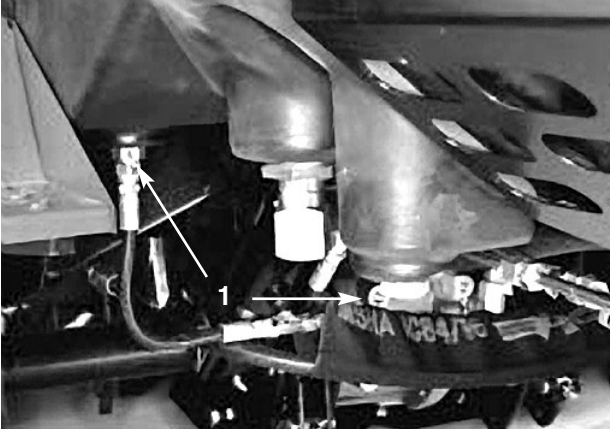

Bild 36
- Entfernen Sie die Verschlusschraube an der Rückseite des Ölbehälters und die Hydraulikleitung von der Vorderseite des Behälters (Bild 36) und lassen das Hydrauliköl in ein Auffanggefäß ab. Schrauben Sie die Verschlusschraube wieder fest ein und montieren die Hydraulikleitung, wenn kein Öl mehr ausströmt.